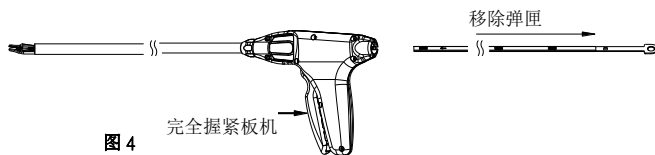

图 4
- 将板机握紧并抽出弹匣，如图 4，如果 19 个血管夹尚未用完，握紧板机抽出弹匣时会击发血管夹，所以应击发在辅单或其它任何东西上，以避免掉落地上或是掉入器械中造成卡钉（此步骤在清洗与消毒篇的警告单元会再重述，Microline PENTAX 对不遵守此警告而造成之伤害，将不负任何责任）